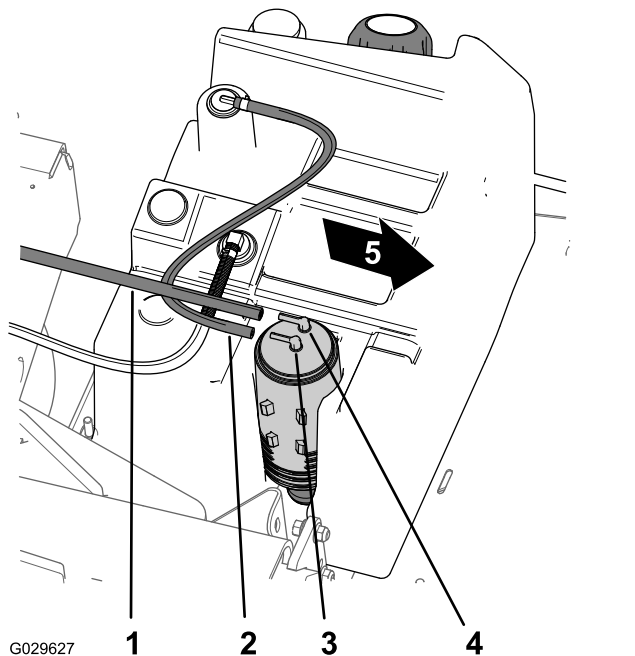

Figura 46
- Retire la manguera del depósito de combustible del acoplamiento del cartucho de carbón marcado "Fuel Tank" (depósito de combustible) (Figura 46).
- Retire la manguera de aspiración del acoplamiento del cartucho de carbón marcado "Purge" (purga) (Figura 46).
8. Conecte la manguera de aspiración al acoplamiento del cartucho de carbón marcado "Purge", y la manguera del depósito de combustible al acoplamiento marcado "Fuel Tank" (Figura 46).